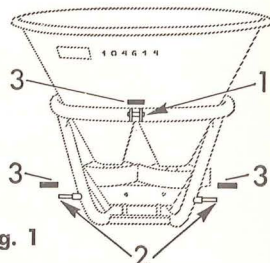

Fig. 1
På traktorer med hydraulisk trepunktslyft: (se fig. 1). Fäst de båda tapparna (2) i traktorns dragstänger och fäst tryckstangen med bulten (1) på spridaren. Alla fästbultar skall låsas med fjäderklammer. Vid montering på traktorer med den större typen av hydraullyft (över 30 hk) måste de tre övergångsbussningarna (3) användas.